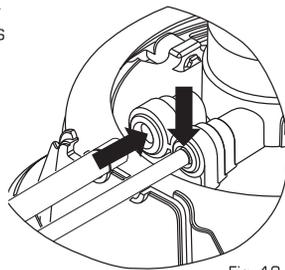

Fig. 13
5. **Inserte** cada tubo en el lugar correspondiente del soporte hasta llegar a las marcas o que desaparezcan las marcas (Fig. 13).